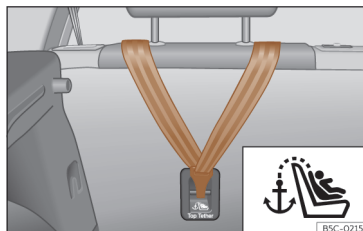
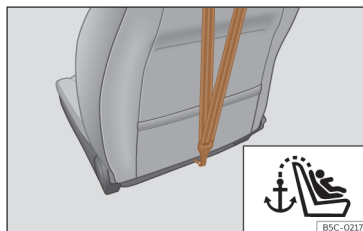

Fig. 57 Arrière de la banquette arrière : ancrage pour la ceinture Top Tether.
Fig. 58 Arrière du dossier du siège du passager avant : ancrage pour la ceinture Top Tether (non disponible sur tous les modèles).
- Faites glisser la sangle et fixez-la correctement à l'aide de l'ancrage derrière le dossier >>> **fig. 57** , >>> **fig. 58**.